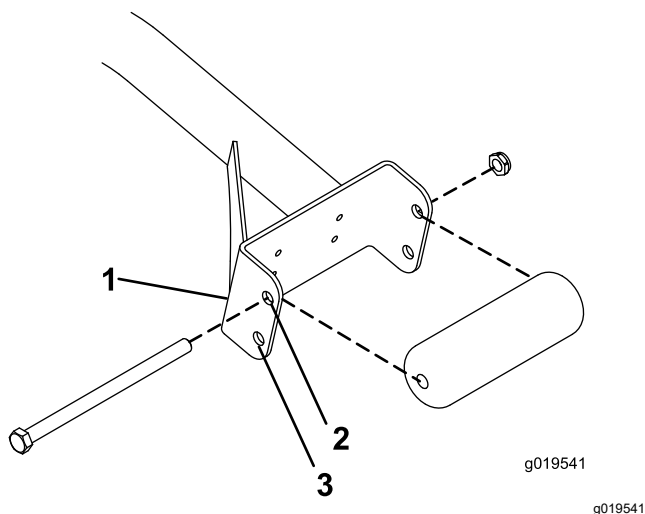

Figura 3
- Se utilizar unidades de corte de 69 cm, instale os rolos nos furos de montagem superiores dos canais da montagem de suporte (Figura 3).
- Se utilizar unidades de corte de 81 cm, instale os rolos nos furos de montagem inferiores dos canais da montagem de suporte (Figura 3).